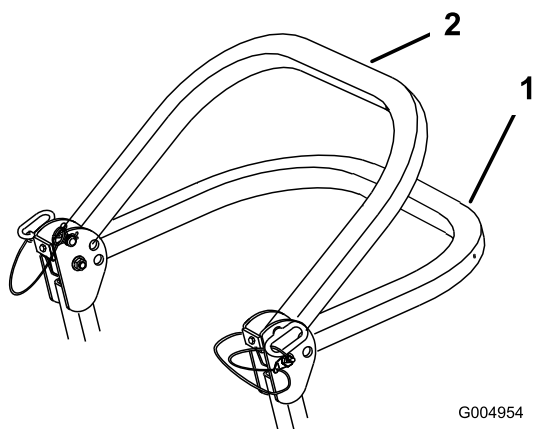

Figura 10
2. Baje la barra anti-vuelco (Figura 10).
Nota: Hay dos posiciones de bajada; consulte Figura 10.